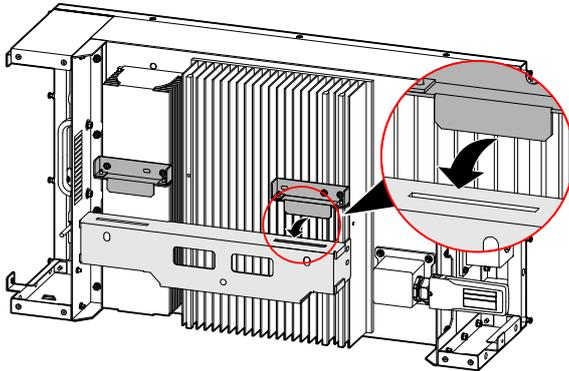

Figura 3-23 Appendere l'inverter alla staffa di installazione a parete
2. Appendere l'inverter alla staffa di installazione a parete, come illustrato in Figura 3-23.